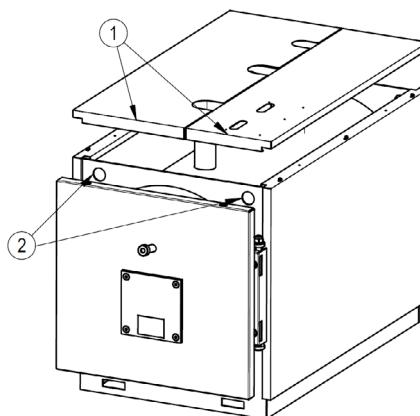

fig. 5
5.2.1 Pour les modèles MEGAPREX 92N÷600N (Fig. 5)